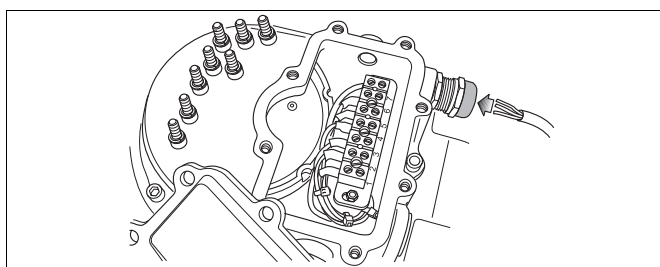

рис. 135
- Подключите устройство контроля переключения к приводу (см. раздел 10.3 и рис. 135).